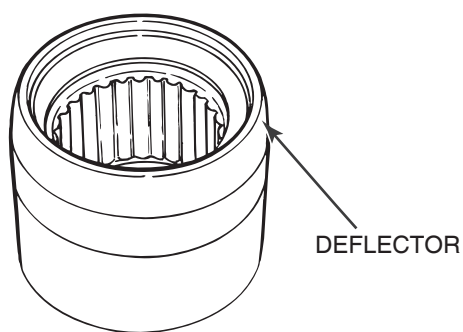

Figura 8.27
2. Asegúrese que los deflectores plásticos están conectados a los bujes. Figura 8.27.